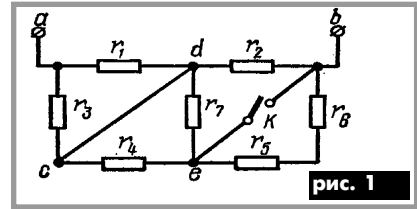

рис. 1
1. Определить эквивалентное сопротивление цепи между точками а и b при разомкнутом и замкнутом ключе К (рис. 1). Даны:  $r_1 = r_2 = r_3 = r_4 = r_5 = r_6 = r_7 = 10 \text{ Ом}$ .